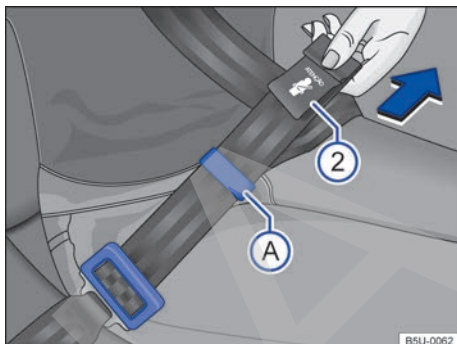

Fig. 56 Ajustar la banda del cinturón de seguridad.
- Tirar de la parte superior (región en que se encuentra la etiqueta) \Rightarrow fig. 56  en el sentido de la flecha. Mantener una distancia del pasador (A) a la hebilla según \Rightarrow fig. 56 para facilitar el deslizamiento de la banda del cinturón. Se recomienda una holgura de hasta 5 cm (3 dedos) en la región del tórax, por razones de confort.
- Después de finalizar el ajuste, posicionar el pasador \Rightarrow fig. 56 (A) lo más cerca posible de la etiqueta en el extremo del cinturón de seguridad \Rightarrow fig. 56 .